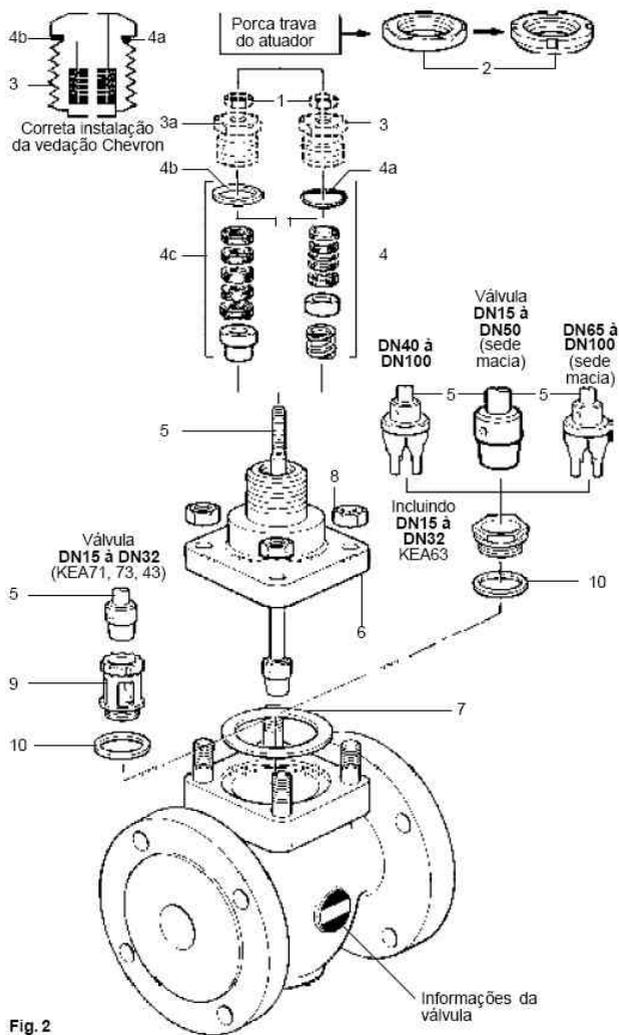

Fig. 2
Procedimento para manutenção do conjunto de vedação chevron (Fig. 2).
- c) **Cuidado:** Para remover a tampa certifique-se que as válvulas de bloqueio estão fechadas e a válvula de controle está despressurizada e drenada. Solte os quatro parafusos (8) que segura a tampa no corpo e remova a tampa (6) completa com haste e plug (5).
- d) Remova a porca trava (1).
- e) Solte o adaptador (3), retire a haste e o plug (5), remova o conjunto de vedação (4) e 'O' Ring (4a) ou a junta (4b) da tampa.
- f) Examine as peças procurando sinais de danos ou deteriorização e troque se necessário. Observe que marcas ou depósitos de sujeira na haste da válvula (5) ocasionarão troca prematura da sede e gaxetas de vedação.
- h) Usando novas guarnições (juntas) (7) recoloque a tampa (6) no corpo da válvula. Reponha as quatro porcas (8) e faça a vedação com o torque correto (veja a tabela na pg. 4).
- i) Para substituir o conjunto de vedação da haste (4), primeiramente coloque a mola sobre a haste da válvula (5). (Se danificar o 'O' ring (4a ou 4b) deverá ser substituído). Agora as novas juntas de vedação Chevron devem ser inseridas no adaptador 3) com firmeza, tome cuidado para não danificar a vedação. Recoloque o adaptador (3) sobre a haste da válvula (5), rosqueando para baixo para garantir que o 'O' ring (4a) ou a gaxeta (4b) fique firme na tampa (6). A vedação Chevron deverá ser colocada no adaptador (3) como mostra a fig. 2.
j) Verifique se a haste (5) está movendo livremente.
k) Recoloque a porca trava (1).
l) Certifique-se que o plug está encostado na sede (não forçar o plug na sede, pois pode danificar, ocasionando vazamento). Recoloque o atuador, a porca (2) e faça a conexão do atuador na haste da válvula.